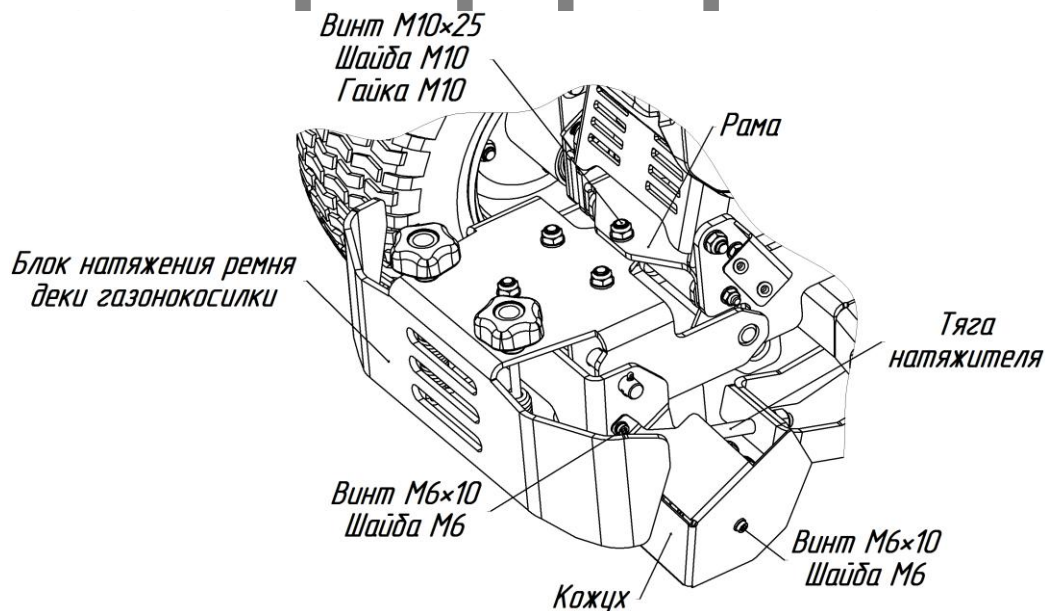

Рис.10. Установка бампера деки газонокосилки на МТ.
- совместите отверстия на блоке натяжения ремня и раме МТ и зафиксируйте винтом М10×25, шайбой М10 и гайкой М10 (рис.10).
- снимите кожух с блока натяжения ремня открутив винты М6×10 (рис.10).
После предварительной установки ремня, косилку необходимо опустить в рабочее положение рычагом подъема навесного оборудования на МТ и отрегулировать натяжение ремня (гайки крыльчатые 2 штуки (рис.10) затянуть). При нормальном натяжении прогиб верхних веток ремня под нагрузкой 10 кг не должен превышать 15 мм.
- установите кожух на блок натяжения ремня закрутив винты М6×10 (рис.10).